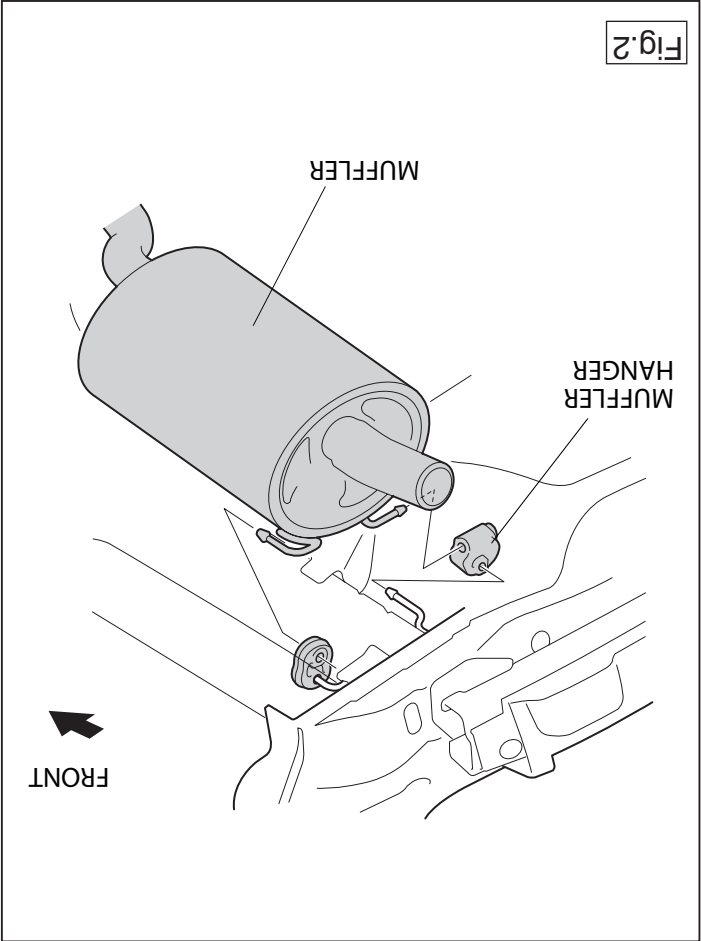

Fig.2
2. Release the exhaust pipe from its last two holders. See figure 2.
2. Den Auspuff aus den hintersten Gummiaufhängungen nehmen. Siehe Abbildung 2.
2. Détachez l'échappement des attaches en caoutchouc postérieures. Voir la figure 2.
2. Tag udstødningen ud af de bageste ophænggummier. Se fig. 2.